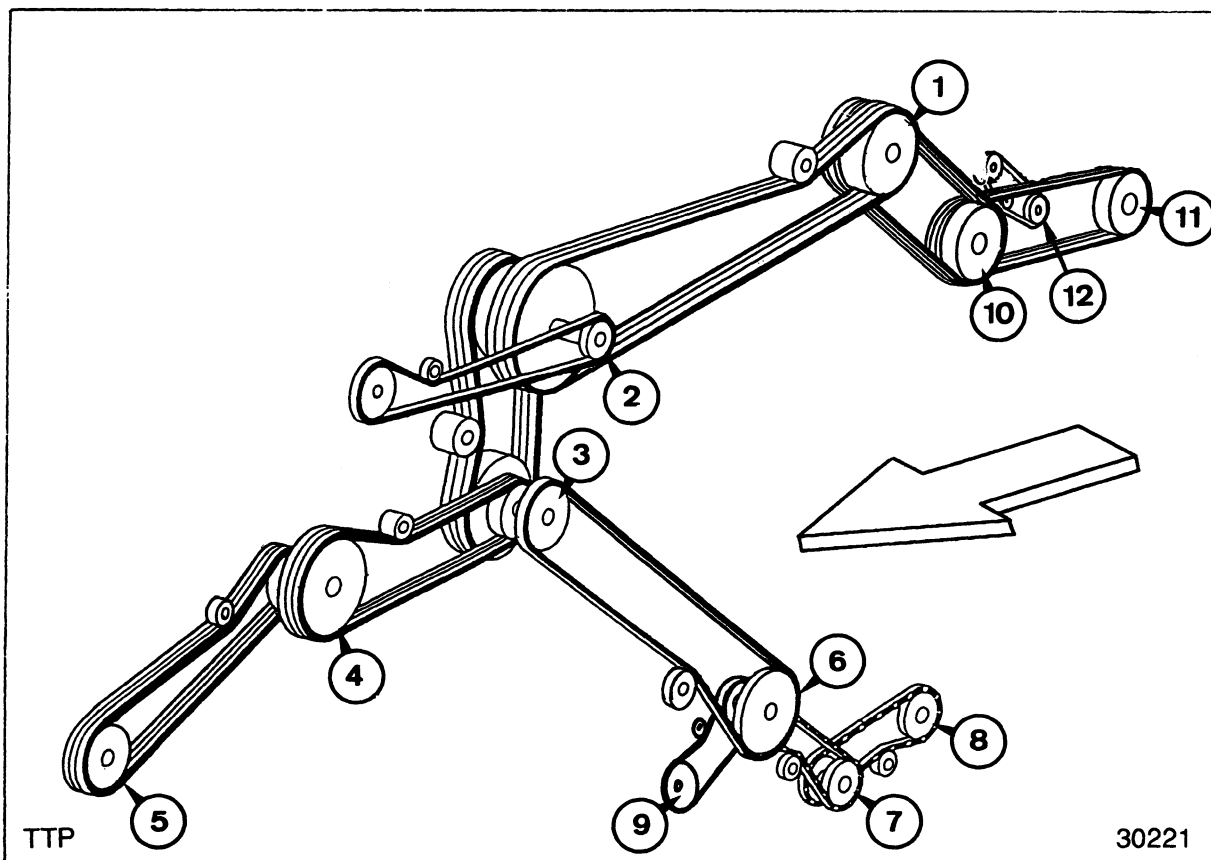

Fig. 1
**Combine left-hand side (Fig. 1)**